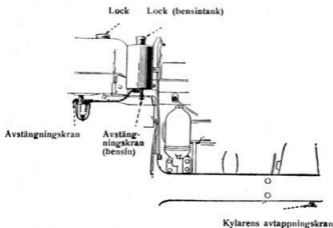

Bild 3. Bränsletankar.
- 3) Öppna bensinkranen (se bild 3), och försäkra Er om att huvudtankens kran är stängd.